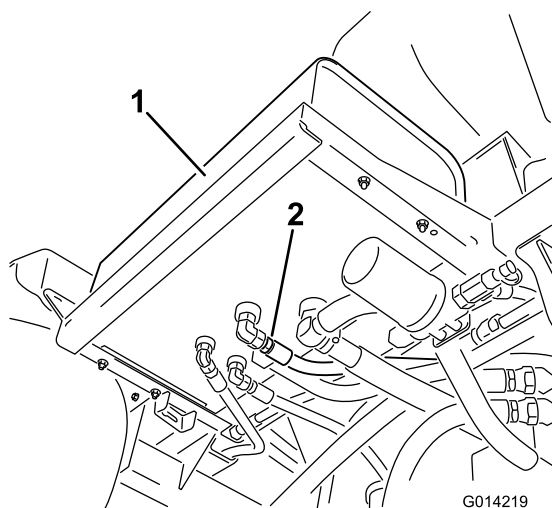

Figure 143
2. Nettoyez la surface autour d'un raccord de flexible hydraulique au bas du réservoir d'huile hydraulique (Figure 143).
4. Débranchez le raccord de flexible du réservoir et vidangez l'huile dans le bac de vidange (Figure 143).